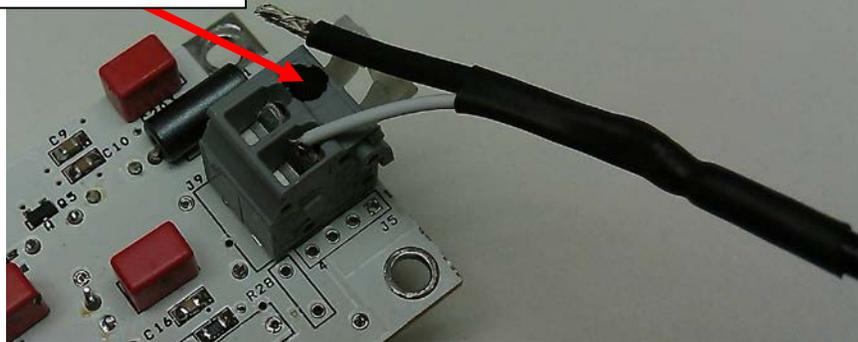

Abb. 1: Leitungsanschluss für Sondereinheit
- g) Die Anschlussklemmen auf der Platine herunterdrücken und die neuen Drahtleitungen einführen. Hierbei sicherstellen, dass die schwarze Drahtleitung in den schwarz lackierten Anschluss eingesteckt wird. (Siehe Abbildung 1)